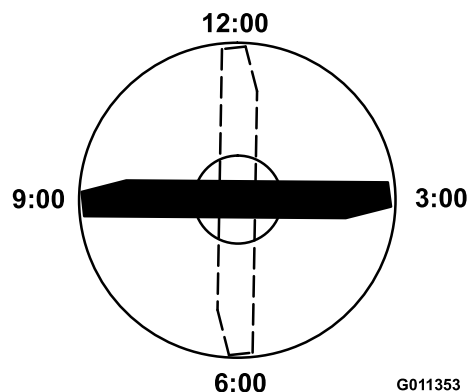

Figure 73
4. Positionnez le tranchant de l'extrémité marquée à la position 12 heures (droit devant dans la direction de la tonte) (Figure 73) et mesurez la hauteur de la surface plane au tranchant de la lame.
5. Tournez l'extrémité marquée de la lame aux positions 3 et 9 heures (Figure 73) et mesurez les hauteurs respectives.